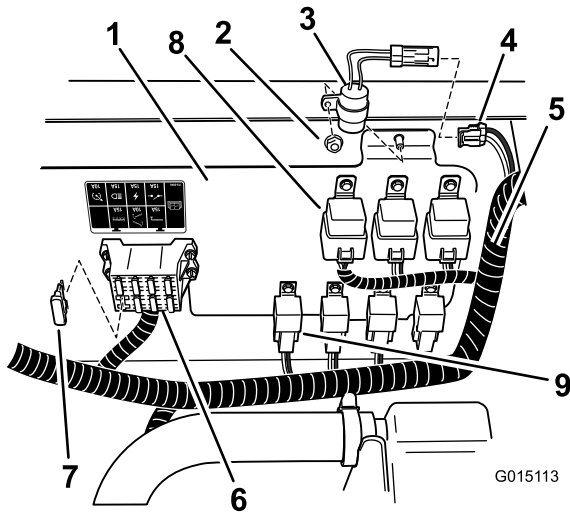
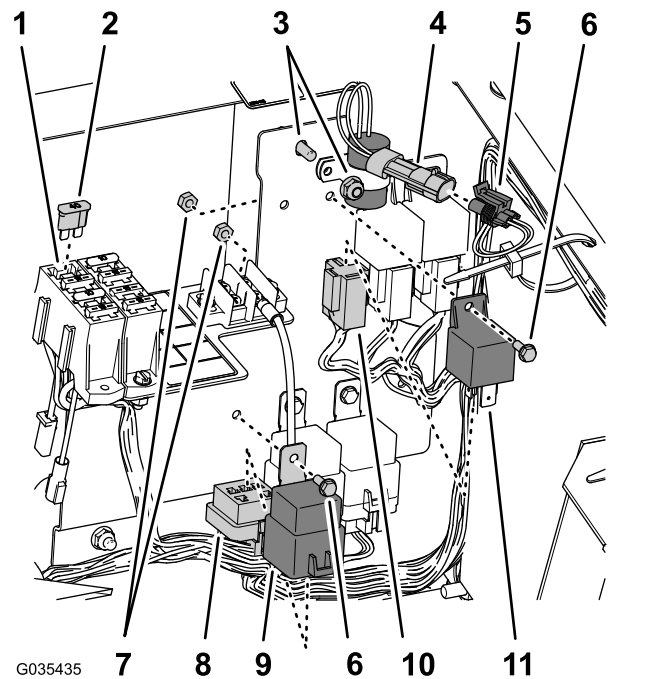
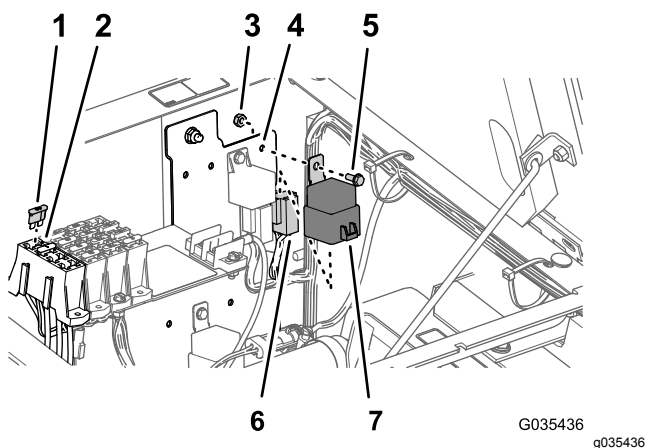

Figura 33
Figura 34
Figura 35
- A. Instale o temporizador no local indicado em Figura 33 ou Figura 34 com a porca de bloqueio do painel elétrico.
- B. Ligue o temporizador ao conector de duas tomadas etiquetado temporizador da cablagem da máquina (Figura 33 ou Figura 34).
3. Instale um fusível (40 A) na ranhura aberta no bloco de fusíveis como se mostra na Figura 33, Figura 34 ou Figura 35.
4. Localize o relé e o relé de potência alinhado com os outros relés do mesmo estilo e monte-os no painel (Figura 33, Figura 34 ou Figura 35) com os dois parafusos de cabeça flangeada (n.º 10-24 x 1/2 pol.) e duas porcas de bloqueio (n.º 10-24).
5. Localize o conector de quatro tomadas e o conector de cinco tomadas na cablagem principal e ligue-os ao relé (quatro pinos) e ao relé de potência (cinco pinos), como se mostra na Figura 33, Figura 34 ou Figura 35.